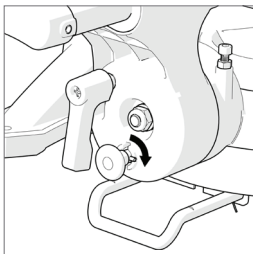

Abb. 35
- Drehen Sie den Stift um eine Vierteldrehung **(Abb. 35)**